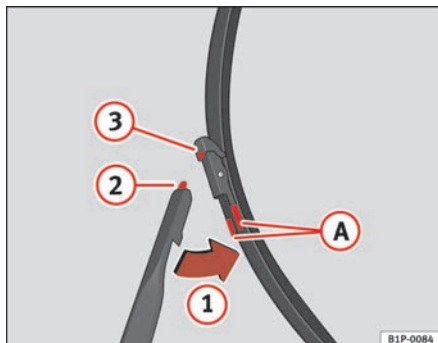

Fig. 143 Cambio de las escobillas del limpiaparabrisas
- Presione las teclas laterales (A) y libere la escobilla desplazándola en el sentido de la flecha (1) ⇒ fig. 143.
- Introduzca la pestaña (2) en el alojamiento (3) de la escobilla ⇒ fig. 143.
- Desplace la escobilla hacia el brazo en el sentido contrario a la flecha (1), hasta percibir un click ⇒ fig. 143.